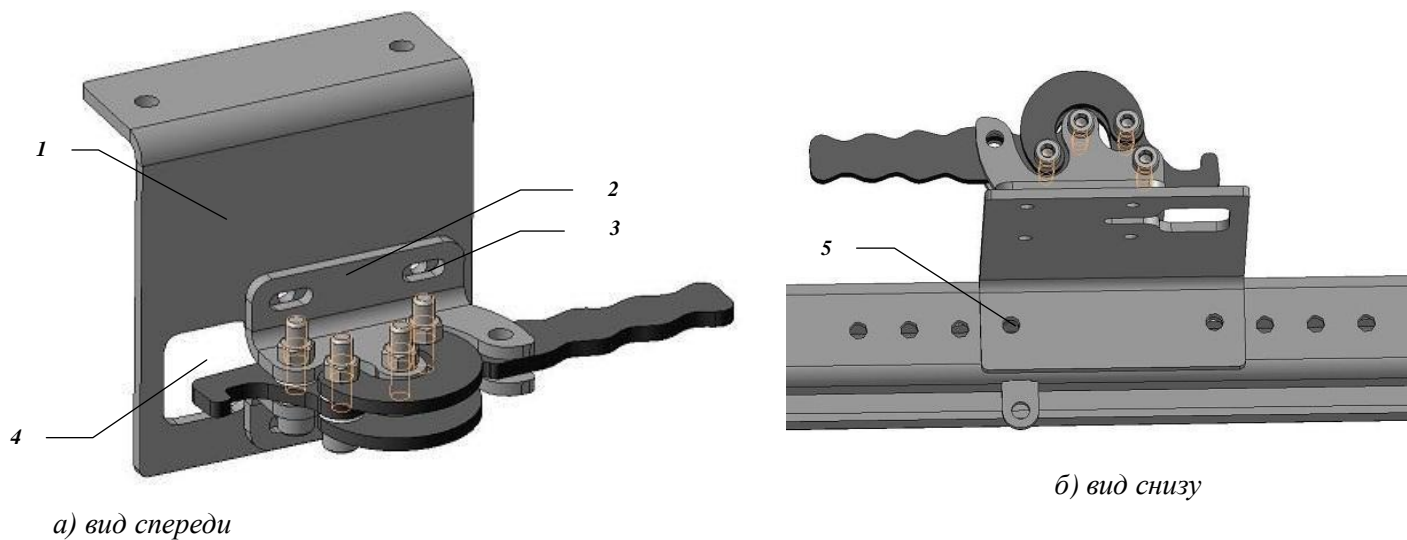

Рис. 4 (а, б) Установка запорного механизма
а) Установить проушину замка **1** на бампер, выровнять ее положение относительно ручки поворотного кронштейна при помощи пазов. Правильное (выровненное) положение проушины должно обеспечивать полное закрытие поворотного кронштейна, которое означает попадание проушины в проем, находящийся на основании замка и касание резинового отбойника задней стороны основания (см. рис. 4)
- а) Установить основание запорного механизма **1** на нижнюю плоскость калитки с рядом отверстий (см. рис.4 б). Спозиционировать его таким образом, что бы предварительно установленная проушины замка (см. рис.1), находилась примерно посередине проема **4** в закрытом положении калитки.